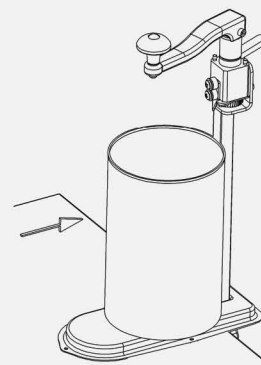

Рисунок 4
✓ Консервную банку, которую вы собираетесь открыть, поставьте на подставку (18), необходимо чтоб банка плотно опиралась об профиль из нержавеющей стали (17). (Рисунок 4).